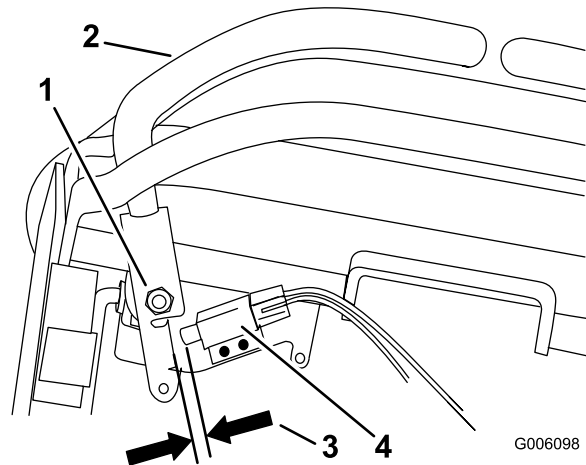

Рисунок 43
1. Проверьте зазор между рычагом управления и переключателем, как показано на Рисунок 43.
2. Если необходимо, ослабьте винты крепления переключателя и отрегулируйте его положение (Рисунок 43).